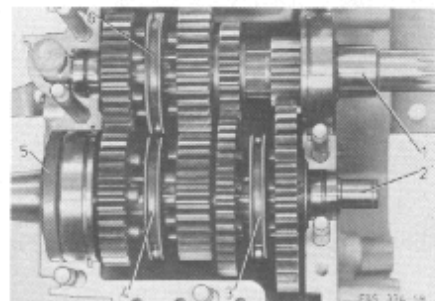

FIG. 38
Schaltwalze (3) mit aufgestecktem Rillenkugellager (3, Bild 19, Hinweis bei Bild 19 beachten) einführen und verdrehen, bis Fixierbuchse (4, Bild 38) in die Aussparung an der Stirnfläche der Schaltwalze eingreift.
Insert the controller cylinder (3) with the grooved ball bearing installed (3, fig. 19, observe hint) and rotate until the locating bush (4, fig. 38) engages in the recess in the face of the controller cylinder.
Bild/Fig. 38